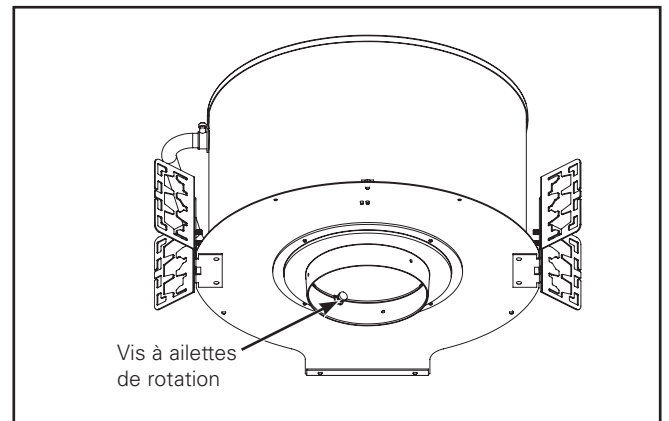

Figure 4.
4. Serrez les écrous de réglage de l'angle (2) pour verrouiller l'angle.
5. Par l'ouverture de la base de plâtre, desserrez les vis à ailettes de rotation, faites tourner dans la direction désirée et resserrez les vis à ailettes pour verrouiller en place (Figure 4).